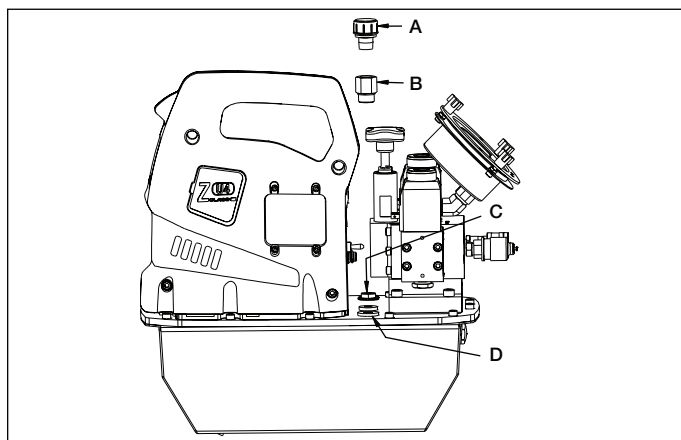
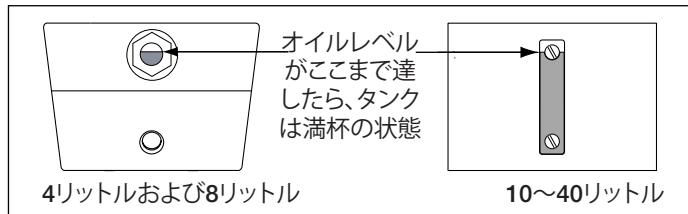

図2 ZU4 ブリーザの設置
図4 サイトガラス(覗き窓)
#### 4.1 タンクブリーザキャップ (図2参照)
始動前にポンプのオイルレベルを確認し、必要に応じてカバープレートからSAE #10プラグを外してオイルを補給します(図2参照)。オイルレベルが図4の状態に達したら、タンクは満杯の状態です。
始動前にポンプのオイルレベルを確認し、必要に応じてポートプラグを外してオイルを補給します。図2および図4を参照してください。オイルをタンクに補給する前に、トルクレンチが完全に後退していることを必ず確認してください。
6. オイルタンクに新しいEnerpac油圧油を注入します。タンクは、オイルレベルが図4の状態に達したら一杯です。